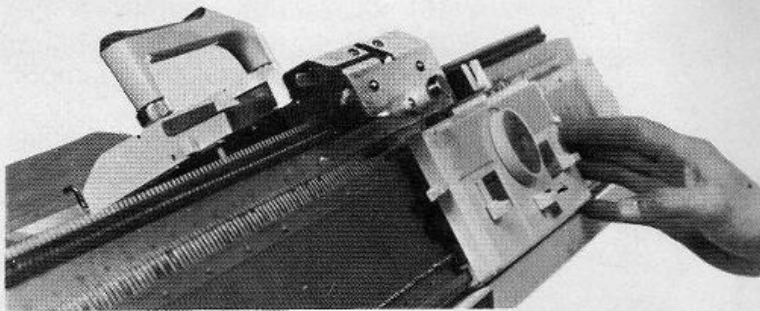

Fig. 9
- Appliquer le chariot avant contre la fonture et l'amener en face du chariot arrière. Les deux chariot s'enclenchent automatiquement (fig. 9 et 10).